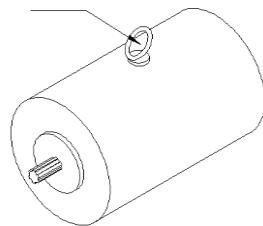

Рисунок 2-37
(5) Места подъема тягового двигателя представлены на Рис. 2-37